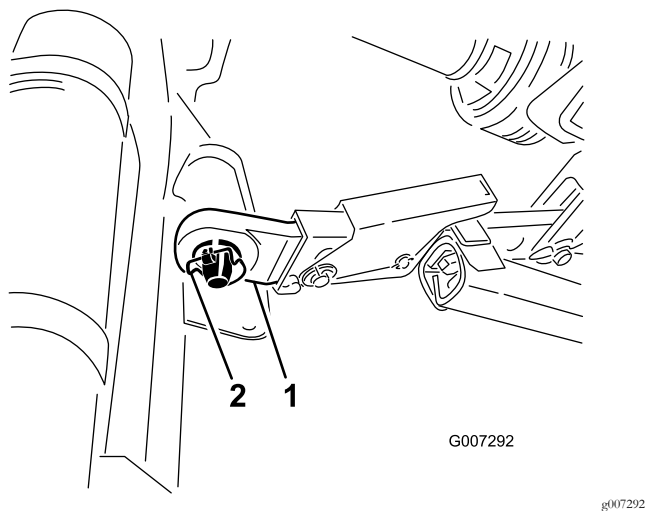

Figure 6
5. Insérez les bras de liaison inférieurs droit et gauche sur les goupilles d'attelage (Figure 6).
6. Fixez les bras de liaison inférieurs aux goupilles d'attelage de l'aérateur avec des goupilles à anneau (Figure 6).